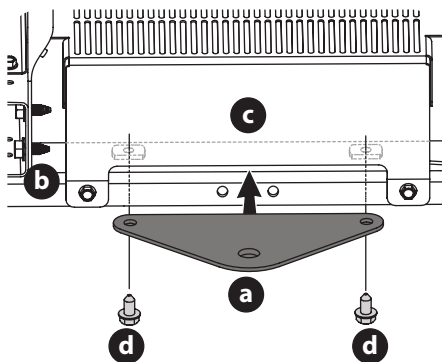

Figura 14
1. Deslice la placa de enganche (a) entre el marco (b) y la cubierta trasera (c) de su jinete (Figura 14).
2. Cuando los orificios de la placa de enganche (a) y del bastidor (b) estén alineados, instale los dos tornillos hexagonales (d) a través del bastidor (b) y en la placa de enganche (a) (Figura 14).
3. Apriete firmemente los tornillos hexagonales (d) (Figura 14).